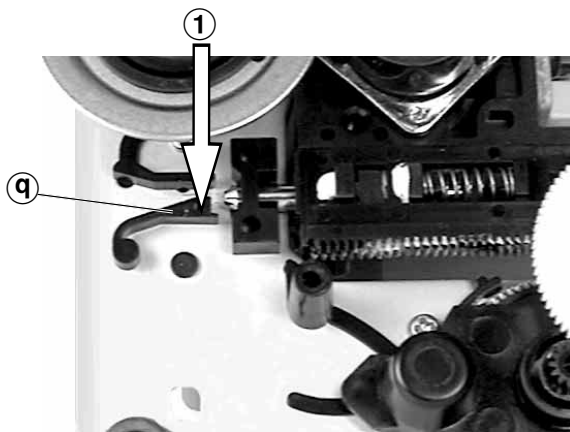

Fig. 11
- Sperre (q) vorsichtig in Pfeilrichtung (1) drücken (Fig. 11).
- Push the locking device (q) carefully in the direction of the arrow (1) (Fig. 11).